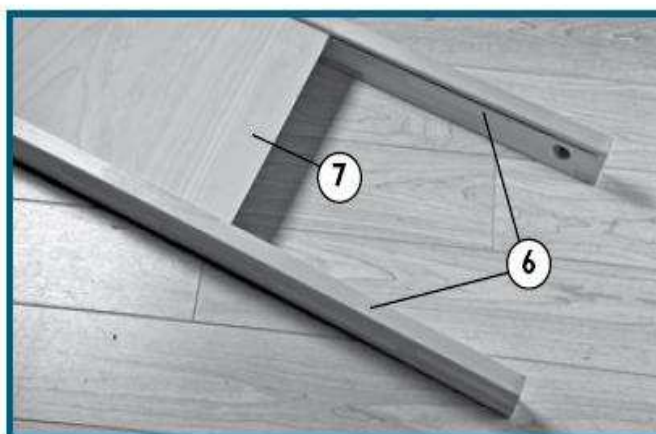

Fig. 2
**2.) Montáž police - Fig. 2**
Vložte polici (č.7) do drážky spojek (č. 6) dle Fig. 2.